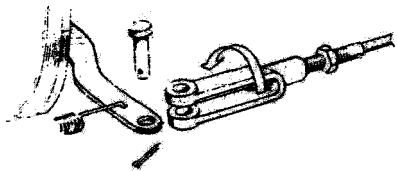

Рис. 74. Регулировка длины троса.
2. Отрегулируйте длину троса вращением вилки (рис. 74). Выбрав слабинку троса, доверните вилку до совпадения отверстий в вилке и рычаге. Рычаг при этом должен быть в заднем положении